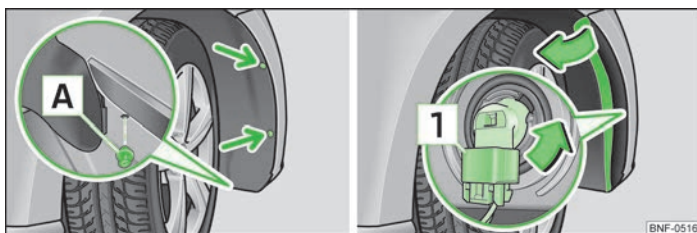

Fig. 124 Alojamiento de rueda delantera: Cambiar la bombilla del faro antiniebla
- Girar (flecha) ambos tornillos de sujeción de la protección de rueda con el destornillador » página 129, *Herramienta de a bordo* » fig. 124.
- Desenroscar el remache expansible **A** » fig. 124 hacia abajo en el revestimiento de rueda con un objeto liso despuntado (p.ej. con una moneda) y extraerlo.